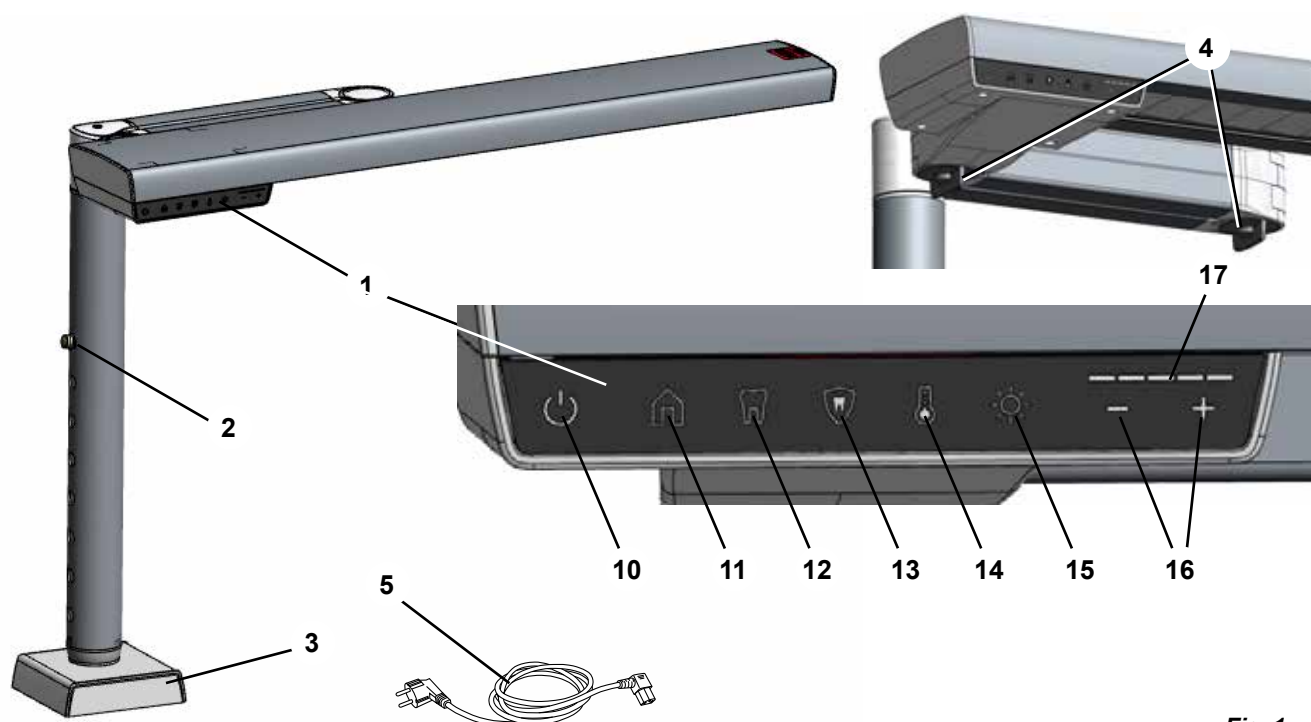

Fig. 1
- ⇒ Enfoncez le blocage du réglage en hauteur (2, Fig. 1) et sortez le tube intérieur au niveau du socle jusqu'à la position maximale.
i *Pour déterminer l'emplacement de montage approprié, desserrez le verrouillage articulé 4, Fig. 1) et vérifiez que vous pouvez déplacer la lampe de travail dans la position optimale décrite précédemment (chapitre 4.2.1).*
- ♦ La touche Brightness (15, Fig. 1) s'allume.
- ♦ Sur l'affichage Intensity (17, Fig. 1), la valeur de luminosité actuelle apparaît.